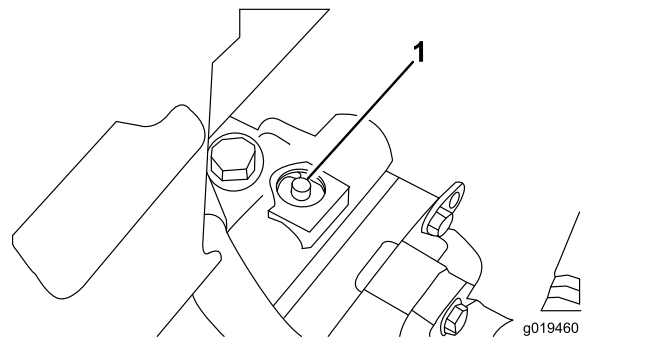

Bild 34
1. Das Sicherheitsventil befindet sich oben an der stufenlosen Pumpe (**Bild 34**). Drehen Sie das Ventil um 90 Grad, um es zu öffnen, damit Öl intern umgelenkt wird.